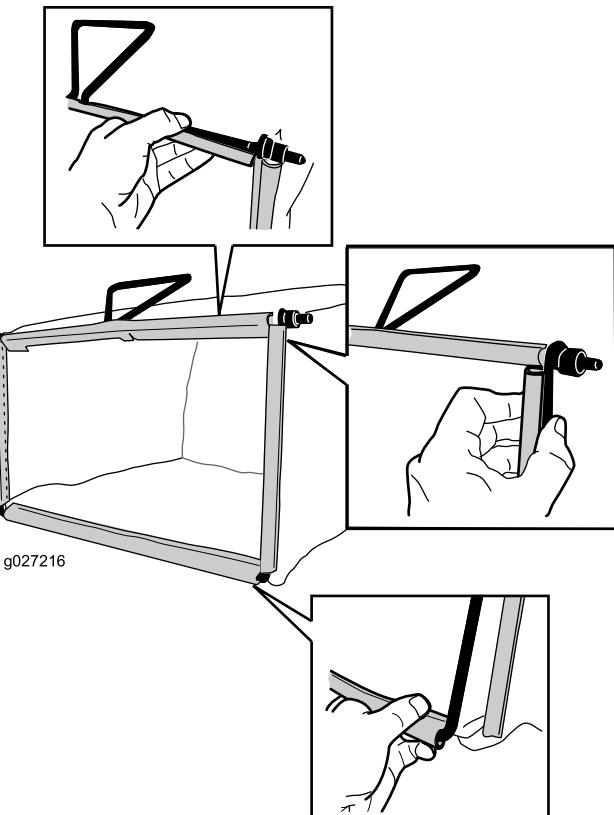

Рисунок 8
- Зацепите нижний обод травосборника за нижнюю часть рамы (Рисунок 8).
- Зацепите верхний и боковой обод мешка за верхнюю и боковые стороны рамы, соответственно (Рисунок 8).